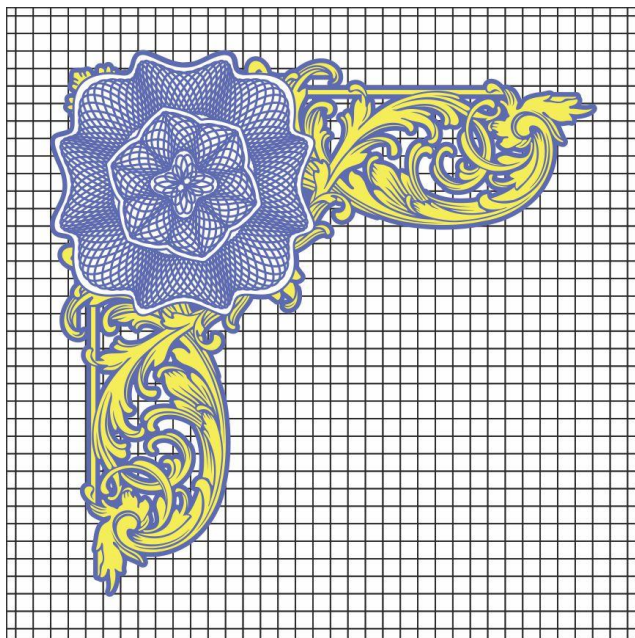
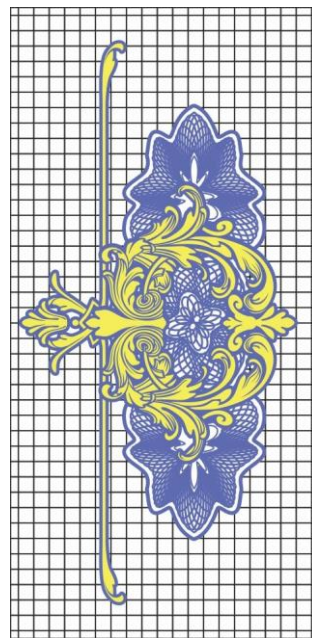

Рисунок 6 – Кутова розетта
Рисунок 7 – Серединна розетта
2.1.10. По кутах бланку розташовані кутові (рис. 6), а по центрах вертикальної і горизонтальної сторін – серединні (рис. 7) розетти із декоративним віночком із флористичних елементів. Кутові і серединні розетти складаються із синіх ліній товщиною 0,15 мм, які геометрично спотворені і в сукупності складають композицію у вигляді кільцашарових фігур у поєднанні з флористичними елементами. Кутові розетти виконані у вигляді листків жовтого кольору із синім контуром.